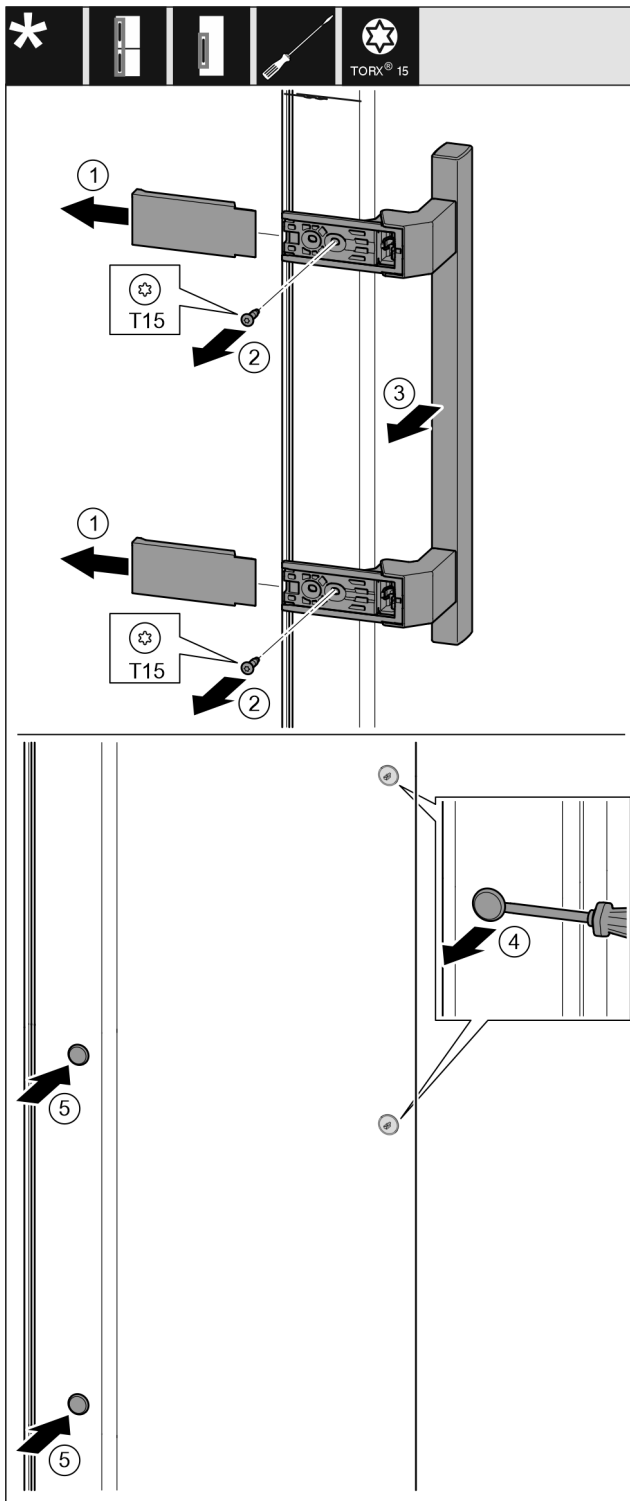

Fig. 17
- ▶ Retirar la cubierta. Fig. 17 (1)
- ▶ Desenroscar los tornillos con el destornillador T15. Fig. 17 (2)
- ▶ Quitar el tirador. Fig. 17 (3)
- ▶ Levantar cuidadosamente los tapones laterales con un destornillador para tornillos de cabeza ranurada y extraerlos. Fig. 17 (4)
- ▶ Volver a colocar los tapones en el otro lado. Fig. 17 (5)